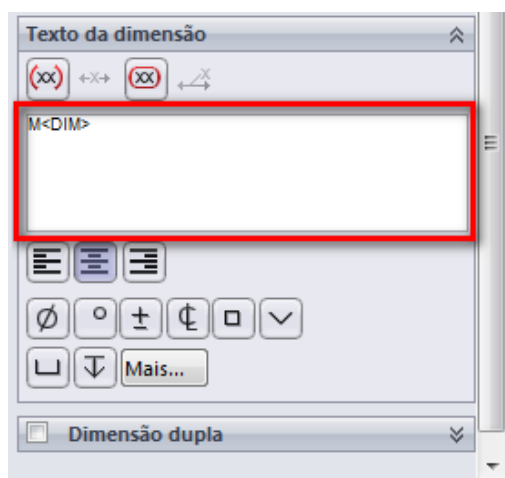

Figura 3.22 - Incluindo a especificação do tipo de rosca na medida.
8.3. Vamos incluir a identificação do tipo de rosca no furo. Para isso, na vista lateral esquerda, selecione a medida do furo com diâmetro de 6 mm. Nas propriedades da dimensão, no campo **Texto**, delete o que está escrito à frente da dimensão (<DIM>) e escreva 'M' referente a rosca tipo métrica, como ilustrado na Figura 3.22. Clique em **OK**.